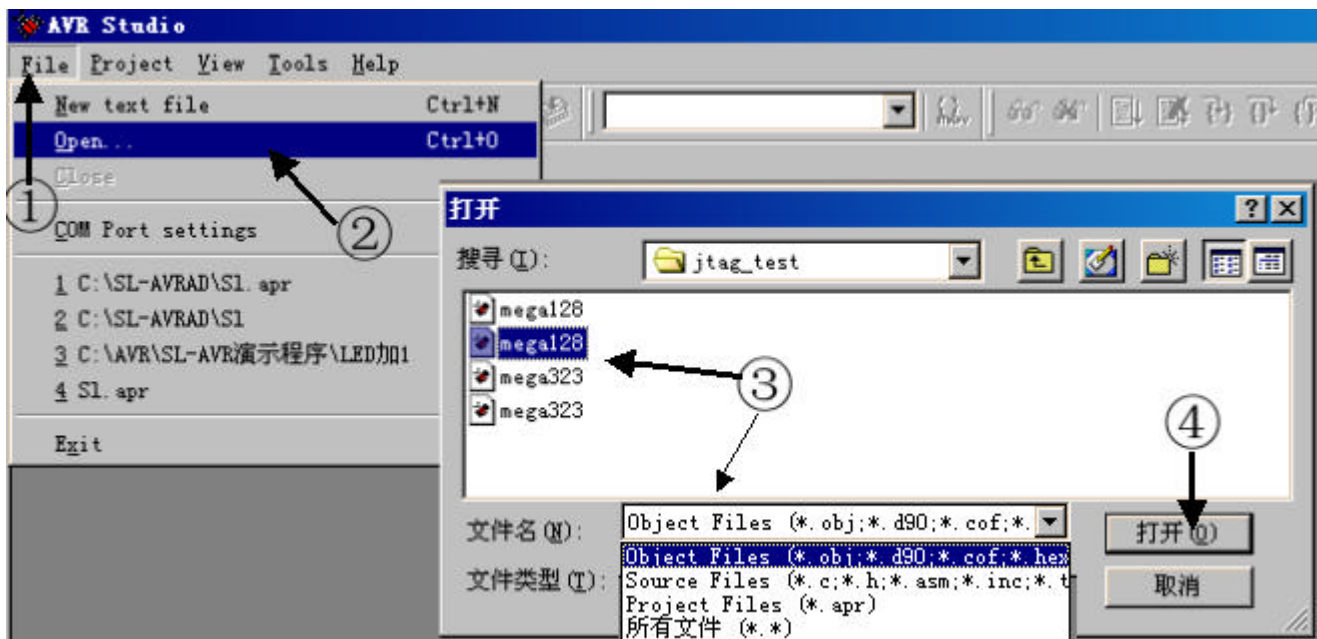

图 14.14
① 选择菜单 File; ② 选择下拉菜单 Open; ③ 在一定路径下找到已有文件,文件类型可以是*.obj; *.d90; *.cof; *.hex;也可以是源文件,工程项目文件等,图 14.14。